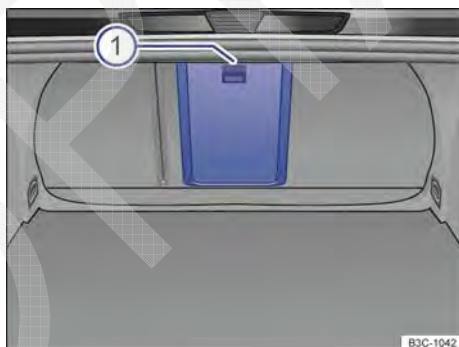

Fig. 192 No compartimento de bagagem: alavanca de destravamento com marcação ①.
- Rebater a tampa do dispositivo para transporte de objetos longos para trás, até que ela se encaixe. A marcação vermelha no lado do compartimento de bagagem → Fig. 192 ① não pode estar visível.